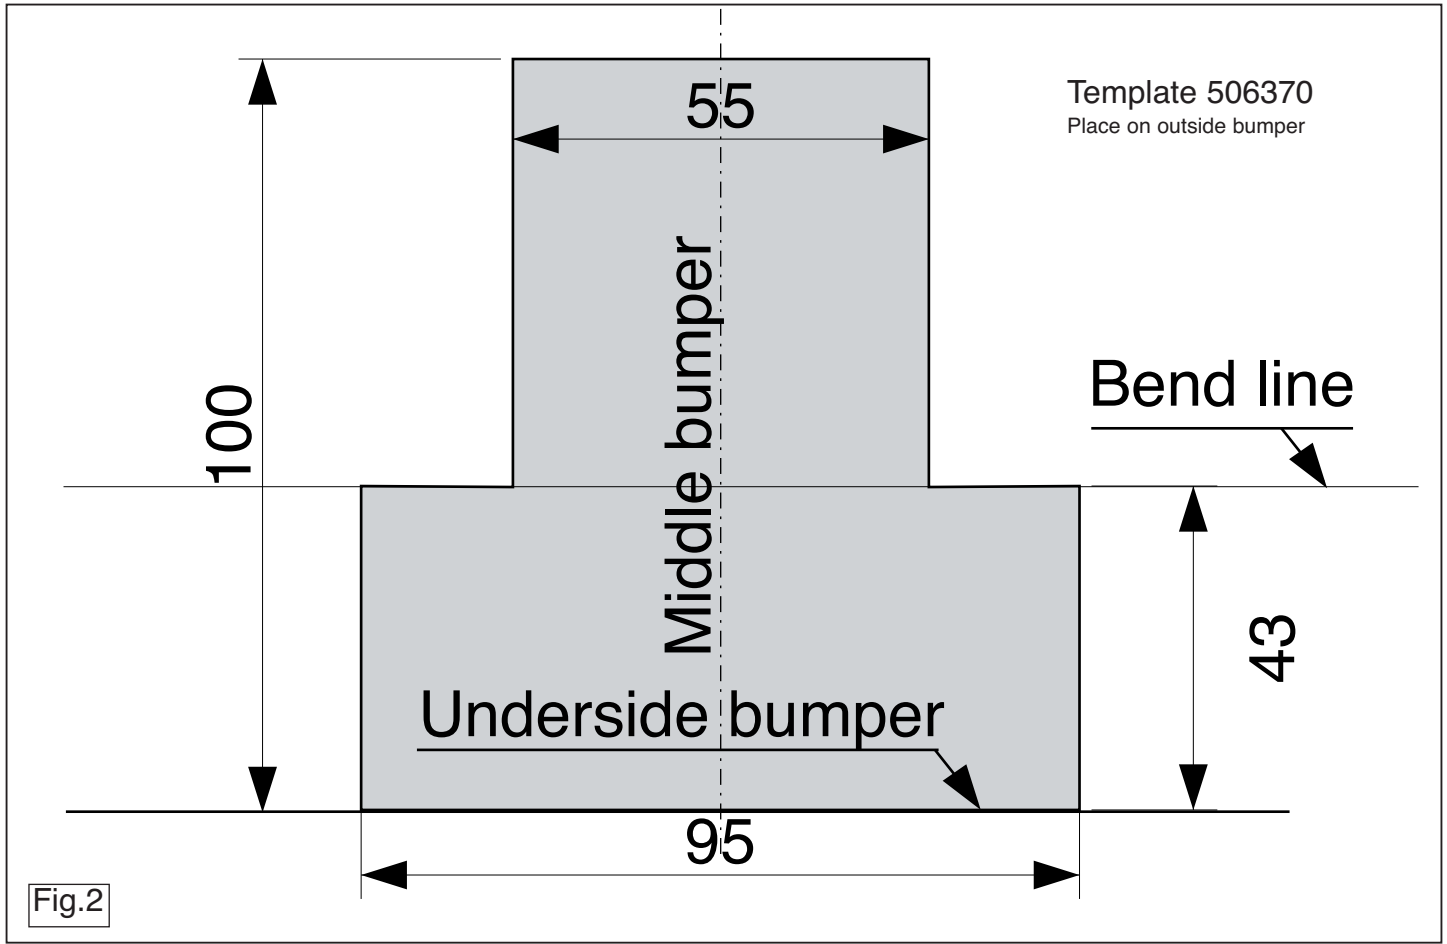

Fig.2
4. Выпилить часть из бампера в середине снизу, как указано на рис. 2.